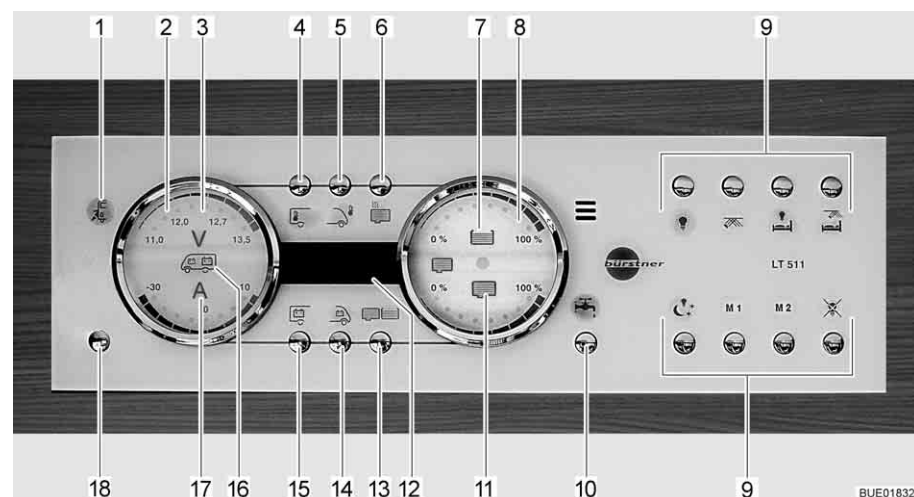

Bild 159 Panel LT 511
Die 230-V-Kontroll-Leuchte (Bild 159,1) leuchtet, wenn am Eingang des Elektroblocs Netzspannung vorhanden ist.
Der 12-V-Hauptschalter (Bild 159,18) schaltet das Panel und die 12-V-Versorgung des Wohnraums ein und aus.
- Taste 12-V-Versorgung (Bild 159,18) kurz drücken. Die 12-V-Versorgung des Wohnraums ist eingeschaltet. Die Kontroll-Anzeige "12 V" leuchtet.
- ▷ Wenn nach dem Einschalten die LED "11,0" der Voltanzeige sowie das Symbol Volt "V" (Bild 159,3) im Anzeigeelement Batterien (Bild 159,2) blinken, dann ist die Spannung der Wohnraumbatterie zu gering. Batterie laden.
- ▷ Wenn nach dem Einschalten die Kontroll-Anzeige "12 V" und das Symbol Volt "V" (Bild 159,3) dreimal blinken, dann ist die Batterietrennung aktiviert. Batterietrennung deaktivieren.
- Taste 12-V-Versorgung (Bild 159,18) kurz drücken. Die 12-V-Versorgung des Wohnraums ist ausgeschaltet. Die Kontroll-Anzeige "12-V-Versorgung" erlischt.
- Taste Wohnraumbatterie (Bild 159,15) drücken und ca. 10 Sekunden lang gedrückt halten. Das Symbol Volt "V" (Bild 159,3) und die Kontroll-Anzeige "12 V" blinken dreimal. Die Wohnraumbatterie ist vom 12-V-Bordnetz getrennt.
- Taste 12-V-Versorgung (Bild 159,18) drücken und ca. 5 Sekunden lang gedrückt halten. Das Symbol Volt "V" (Bild 159,3) und die Kontroll-Anzeige "12 V" blinken dreimal. Die Wohnraumbatterie ist mit dem 12-V-Bordnetz verbunden. Die Kontroll-Anzeige leuchtet nach ca. 5 Sekunden.
- Taste Wohnraumbatterie (Bild 159,15) drücken. Das Symbol Volt "V" (Bild 159,3) leuchtet. Das Symbol Ampere "A" (Bild 159,17) leuchtet je nach Ladung oder Entladung weiß bzw. rot. Die Batteriespannung und der Strom der Wohnraumbatterie werden über die LEDs im Anzeigeeinstrument angezeigt.
- Taste Starterbatterie (Bild 159,14) drücken. Das Symbol Volt "V" (Bild 159,3) leuchtet. Die Batteriespannung der Starterbatterie wird über die LEDs im Anzeigeeinstrument angezeigt.
- Taste Tanks (Bild 159,13) drücken. Die Symbole Wassertank (Bild 159,7) und Abwassertank (Bild 159,11) leuchten. Die Füllstände des Wassertanks (obere Skala) und des Abwassertanks (untere Skala) werden über die LEDs im Anzeigeeinstrument angezeigt.
Das Symbol Wassertank (Bild 159,7) oder das Symbol Abwassertank (Bild 159,11) blinkt, wenn der Wassertank leer oder der Abwassertank voll ist.
Über die Digitalanzeige (Bild 159,12) lassen sich die Innentemperatur und die Außentemperatur anzeigen.